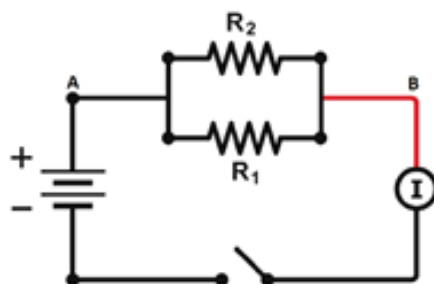

Figura 5.4: Circuito em paralelo.
1. Monte o circuito mostrado na Figura 5.4. Use um resistor de 33Ω como R_1 e outro idêntico como R_2 .